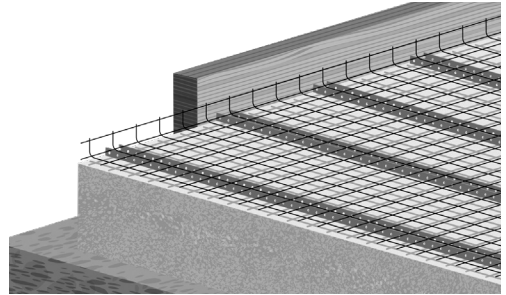

Abb. 14. Installieren von Maschendraht
3. Das Heizkabel muss zwischen den Balken an Maschendraht oder einem anderen nicht brennbaren Material befestigt werden. Der Maschendraht wird zwischen den Balken so befestigt, dass ein Mindestabstand von 30 mm bis zur Unterkante des Bodenbelag besteht. Unter dem Maschendraht muss sich eine Isolierung befinden, und der Maschendraht kann nicht direkt auf der Isolierung platziert werden (Abb. 14).